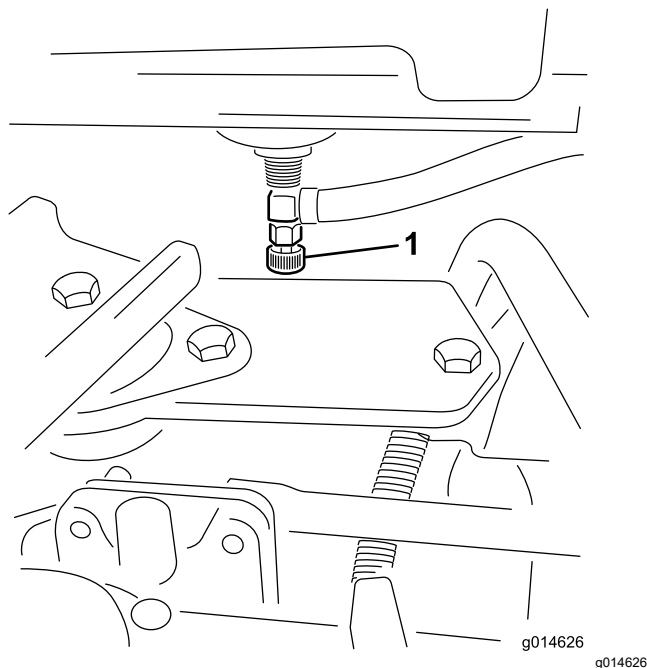

Figure 37
1. Fermez le robinet d'arrivée de carburant (Figure 37) situé au-dessous du réservoir de carburant.